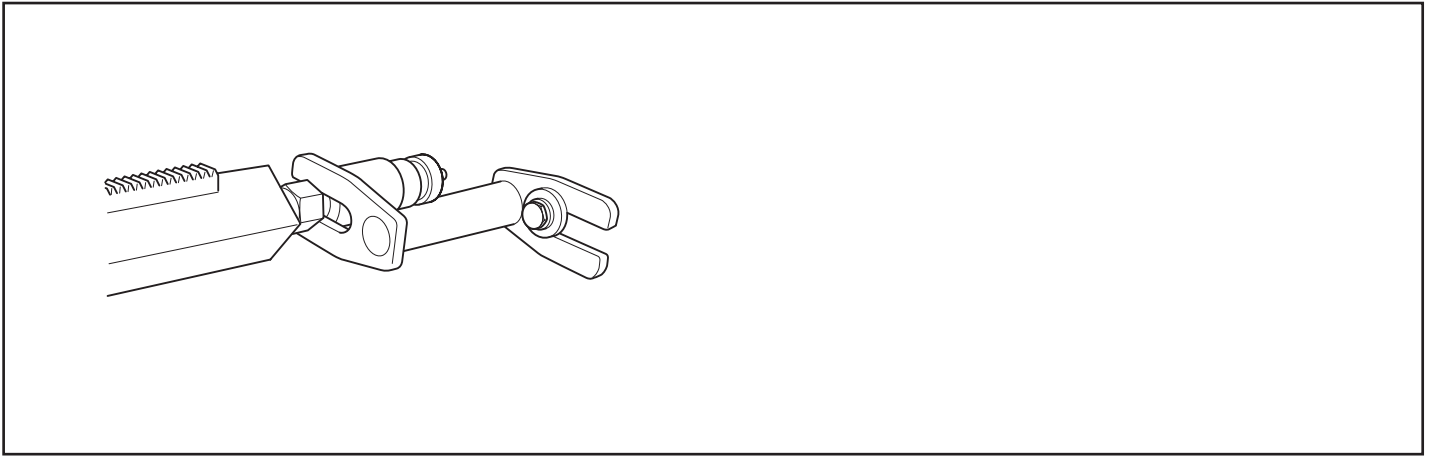

Fig.19
7. För ytterligare säkring av borrhjälaren kan expanderfäste användas (Fig. 19). Fästet justeras mot stämpskruven och fixeras i taket med en expanderbult. Säkra med låsmutter 30 mm.
7. Som en yderligere sikring af boresøjlen kan ekspanderbeslaget anvendes (Fig. 19). Beslaget justeres mod stempelskruen og fastgøres i væggen med en ekspansionsbolt. Det sikres med en 30-mm-låsemøtrik.
7. For ytterligere sikring av borsøylen kan ekspanderfeste benyttes (Fig. 19). Festet justeres mot søyleskruen og fikseres i taket med en ekspanderbolt. Sikre med låsemutter 30 mm.